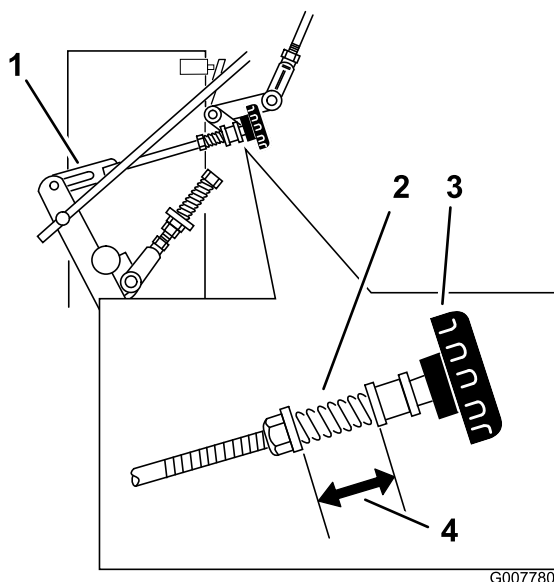

Figura 37
contrario a las agujas del reloj hasta que la rueda empiece a girar hacia adelante (Figura 37).
4. Gire el mando en el sentido de las agujas del reloj, 1/4 de vuelta a la vez. Luego mueva la palanca de control de la velocidad hacia adelante y hacia atrás a punto muerto. Repita esto hasta que la rueda derecha deje de girar hacia adelante (Figura 37).
6. El muelle que mantiene tensado el mando no suele necesitar ajustes. No obstante, si es necesario ajustarlo, ajuste el muelle hasta que la distancia entre las arandelas sea de 26 mm (1 pulgada) (Figura 37).
7. Ajuste la longitud del muelle girando la tuerca de la parte delantera del muelle (Figura 37).